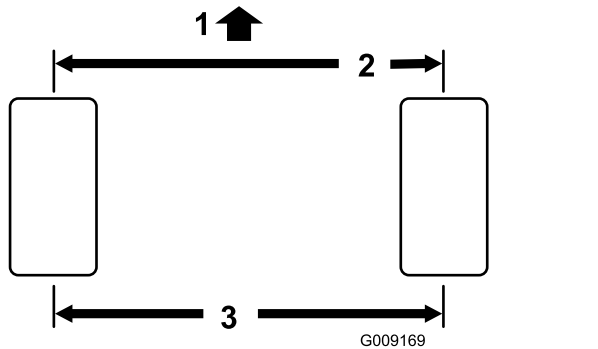

Bild 114
2. Messen Sie den Abstand vorne und hinten an den Lenkreifen Mitte-zu-Mitte (auf Achshöhe) (Bild 114).